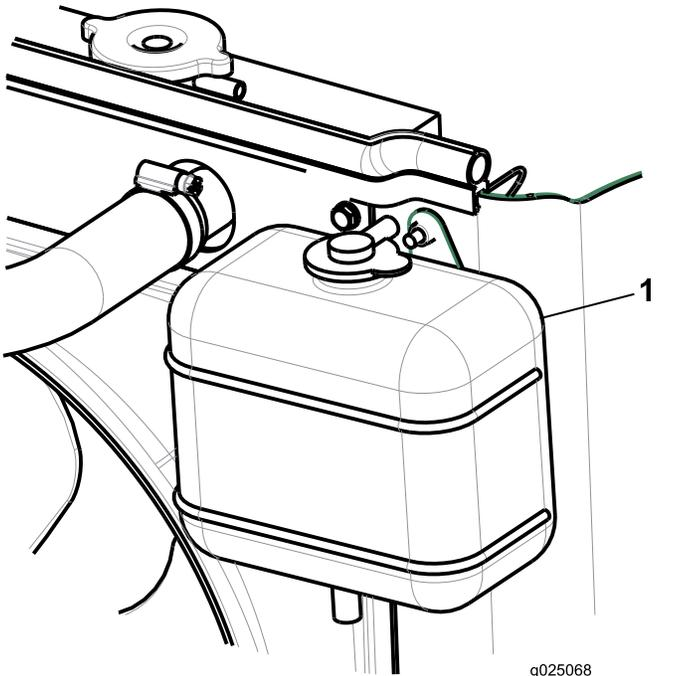

Bild 22
2. Prüfen Sie den Kühlmittelstand im Ausdehnungsgefäß (**Bild 22**).